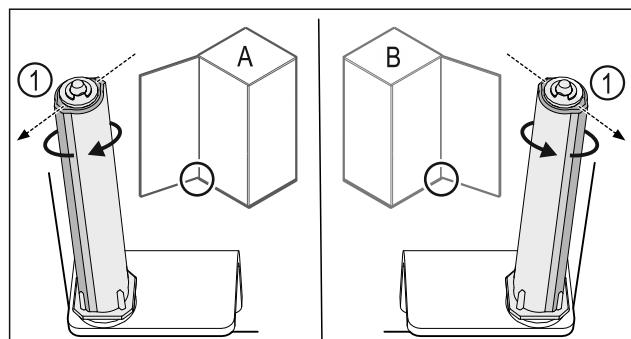

Fig. 37 Отваряне наляво (A) / отваряне надясно (B)
- Въртете затварящата система срещу съпротивлението, докато реброто на затварящата система Fig. 37 (1) сочи навън.